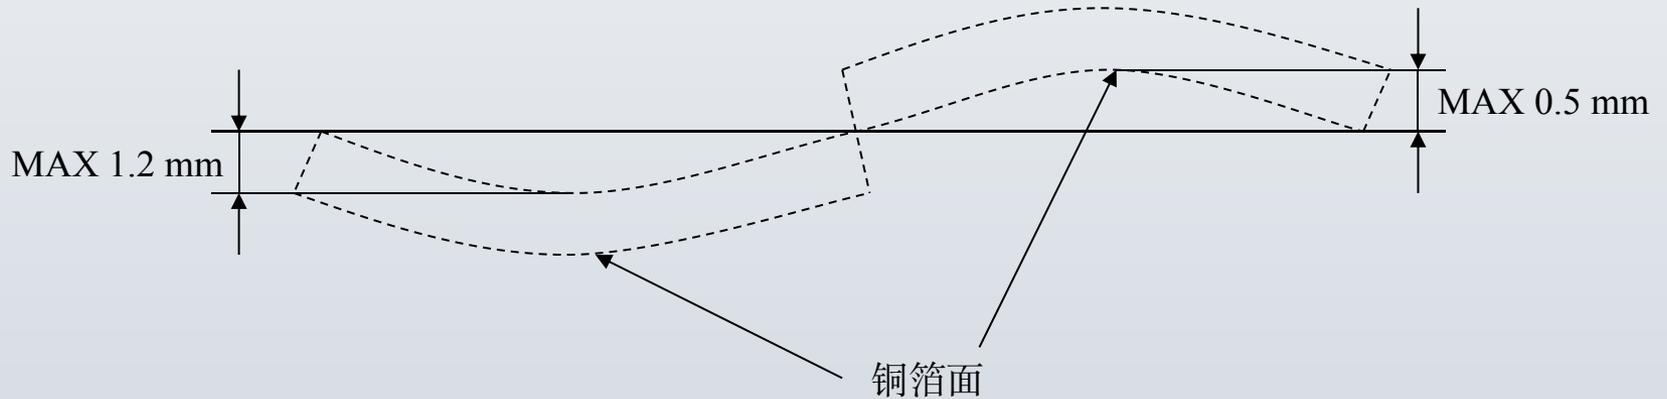

图 1
2. 印制板的翘曲度：最大上翘0.5mm，最大下翘1.2mm，如图1所示。